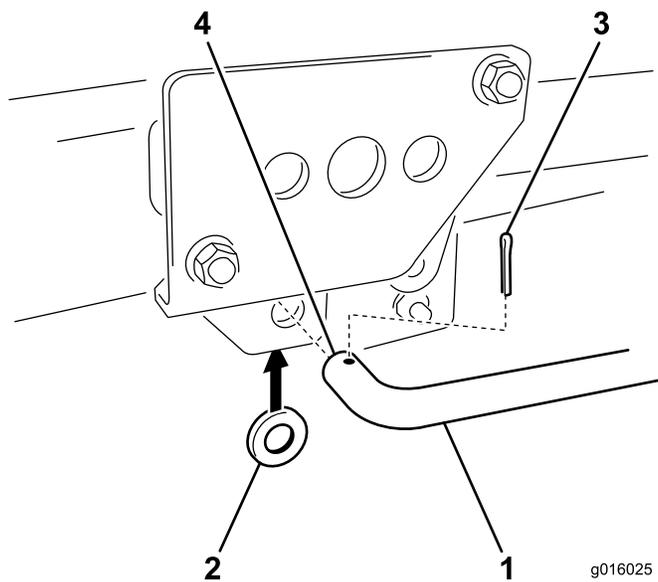

Figure 8
5. Insérez l'extrémité coudée de la tige de relevage dans le grand support décentré par l'extérieur (Figure 8). Placez une rondelle sur l'extrémité qui dépasse et fixez-la avec une goupille fendue.